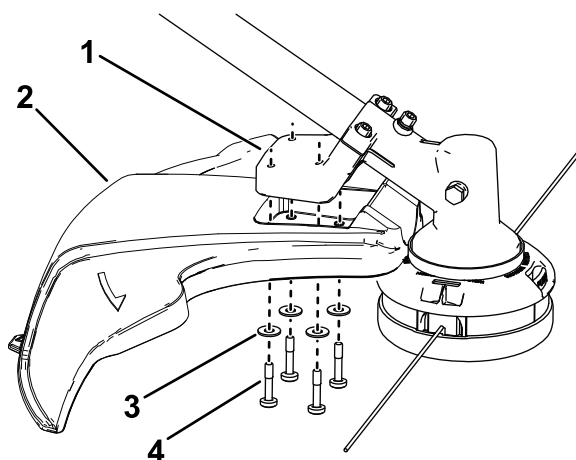

Figura 6
1. Sitúe el protector de la desbrozadora por debajo del soporte del protector, como se muestra en la Figura 6.
2. Sujete el protector a la desbrozadora usando las 4 arandelas y los 4 pernos, como se muestra en la Figura 6.